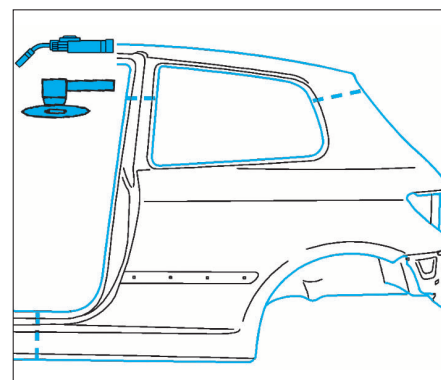

FIG. 123
- Procéder au soudage (Fig.123 à 126) au MIG ou avec une pointeuse électrique puis meuler.